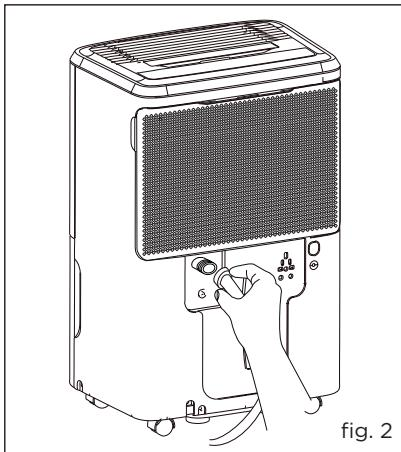

fig. 2
- c. Insérez l'extrémité filetée femelle du tuyau dans le connecteur de purge de l'unité. (fig. 2)